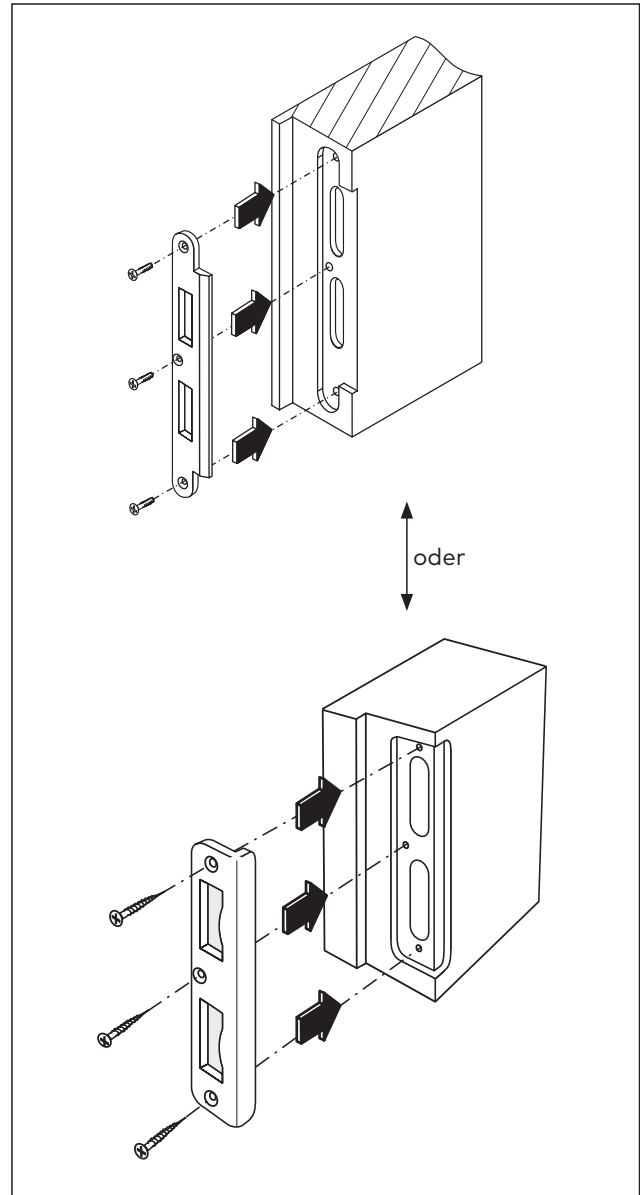

Abb. 27 Schließblech montieren
7. Das Schließblech montieren (Abb. 27).